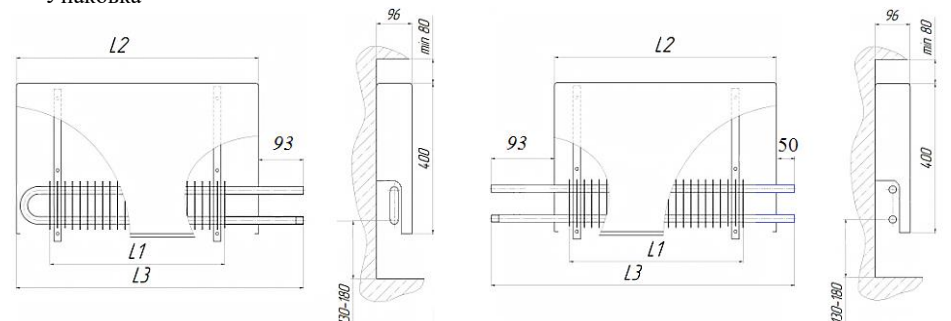
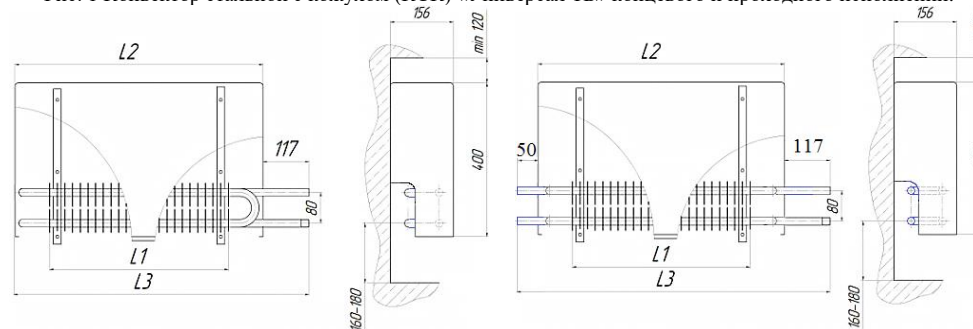

Рис. 1 Конвектор стальной с кожухом (КСК) «Универсал ТБ» концевой и проходной исполнений.
Рис. 2 Конвектор стальной с кожухом (КСК) «Универсал ТБ-С» концевой и проходной исполнений.
- 1.3. Конвекторы выпускаются двух типов: КСК «Универсал ТБ» и КСК «Универсал ТБ-С» в концевом или проходном исполнении, с патрубками для подвода теплоносителя, расположенными с правой или левой стороны прибора при виде спереди (правое или левое исполнение; см. рис.1 и рис.2), концы присоединительных патрубков гладкие или с раструбами (под сварку) или с резьбой G3/4".